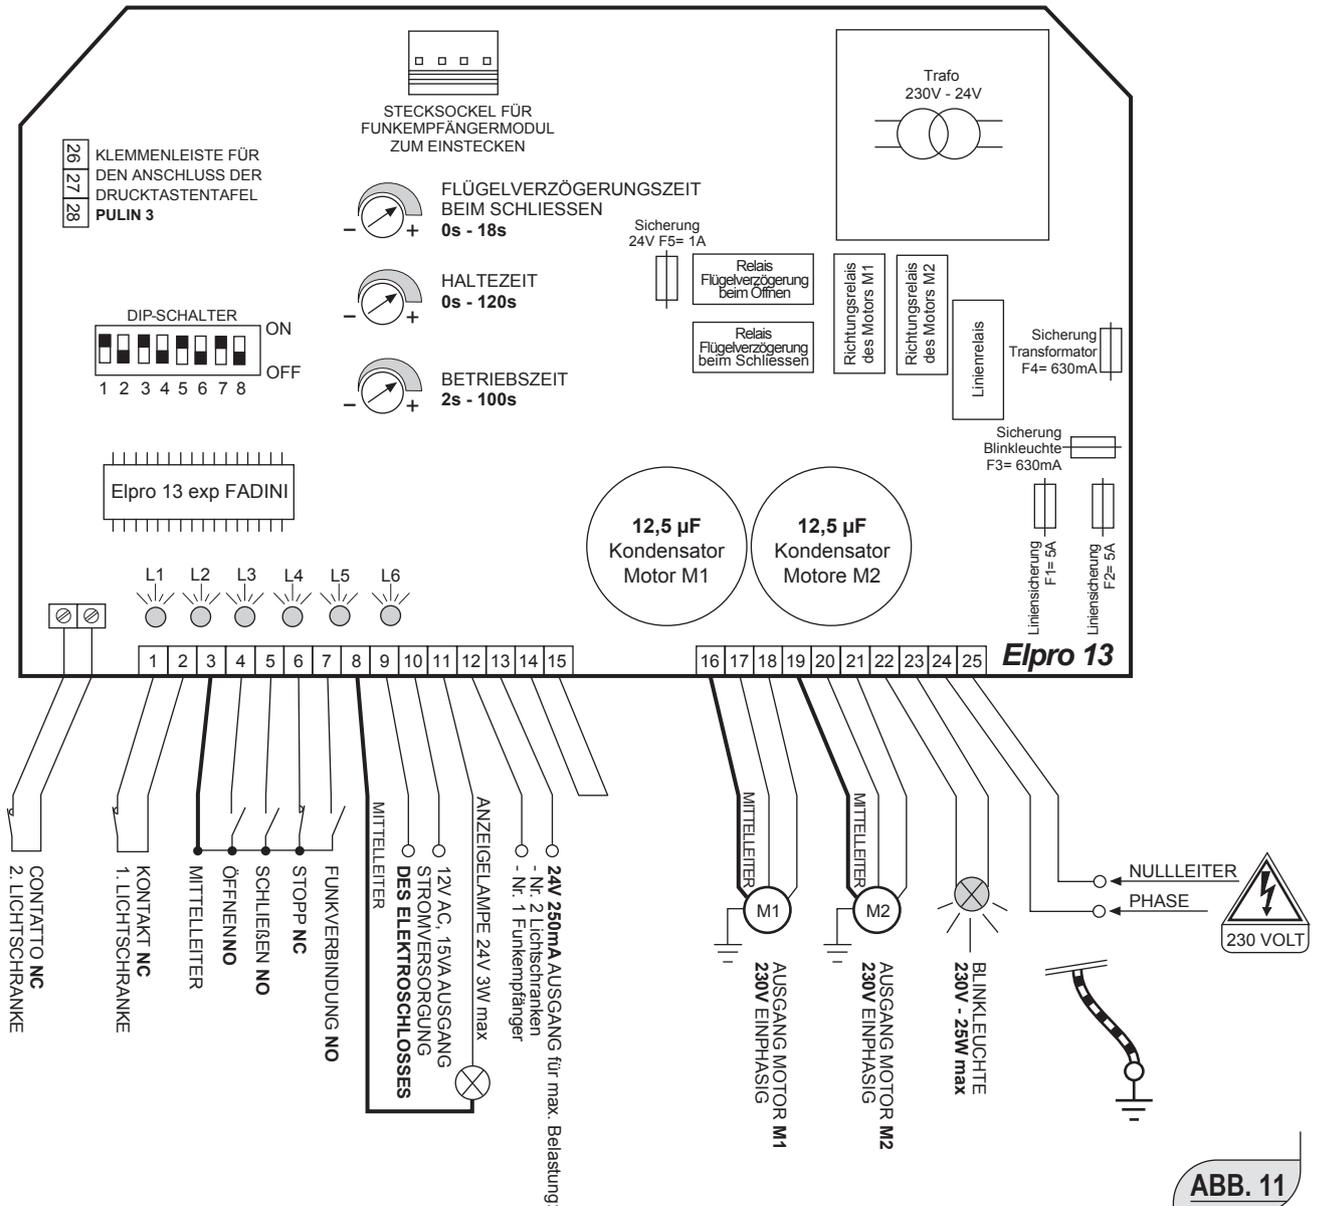

ABB. 11
- 4 - Für die Stromversorgung und die Blinkleuchte Kabel mit einem Adernquerschnitt von 1,5mm² (für eine Entfernung bis zu 50m) verwenden; für die verschiedene Zubehörteile Kabel mit einem Adernquerschnitt von 1mm² verwenden. Das gelbe/grüne Erdungskabel an die zwei Elektromotore anschliessen. (Abb.11).